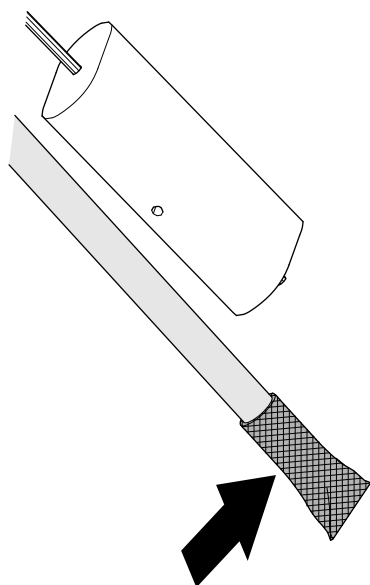

Figura 127
1. Curățați ecranul de la capătul tubului de colectare a combustibilului (Figura 127).